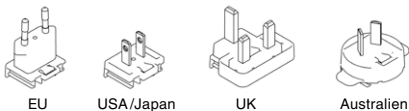
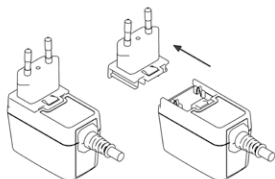

Bild 3
Bild 4
Den primära adaptern till strömförsörjningen (4) kan bytas ut vilket möjliggör drift i alla världens länder. Bild 3 och bild 4 beskriver hur du byter stickkontakt.